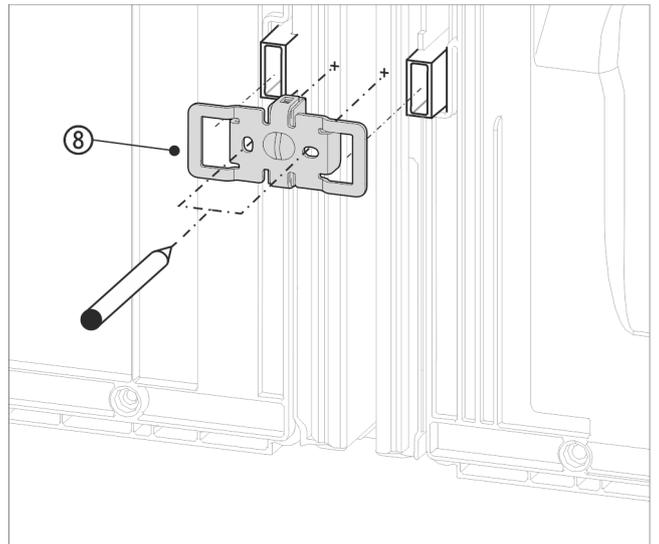

Fig. 20 例图
- ▶ 使用凹槽将角 Fig. 20 (8) 推入壁距调整垫片的插槽上方。